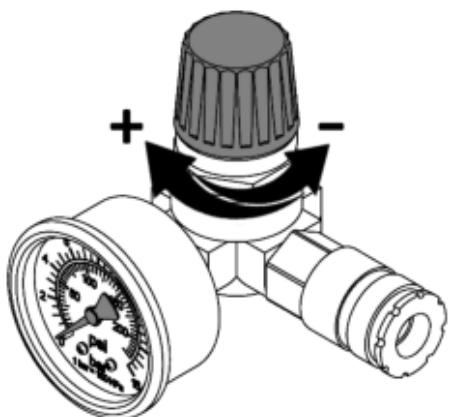

Рисунок 14
7.3.1 Настройка давления в подсоединеных пневматических инструментах регулятором давления осуществляется следующим образом (см. рисунок 14):